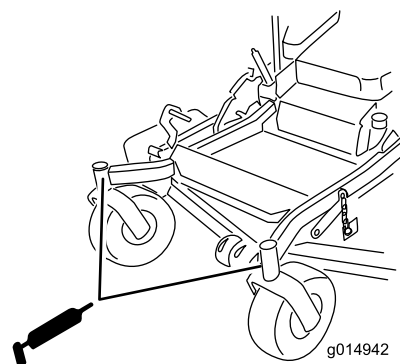

Figure 44
11. Remettez le bouchon hexagonal et le capuchon antipoussière en place (Figure 44).
12. Graissez les roulements des roues pivotantes (Figure 44).